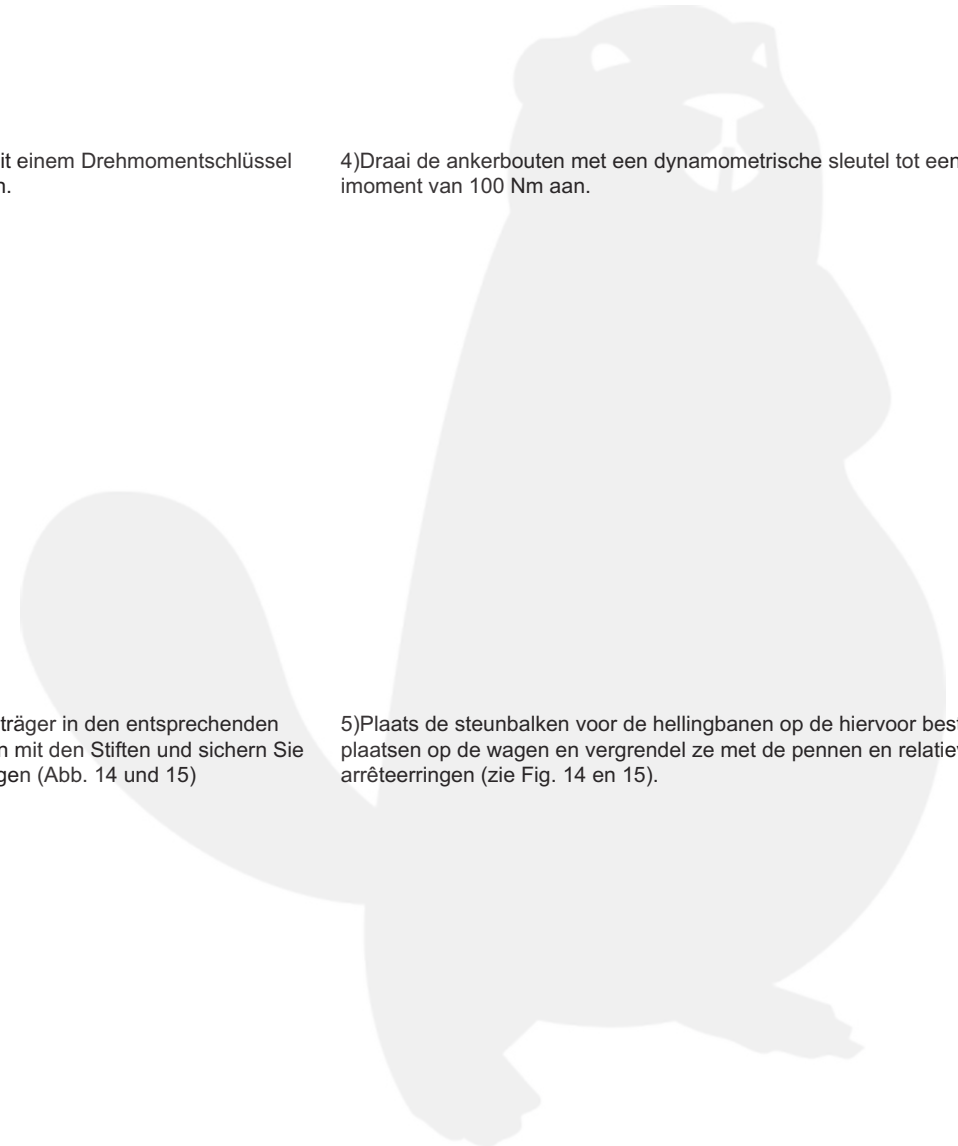

Fig.16 Abb.16
6) Mantenendo l'otturatore di sicurezza disinserito infilare le rampe nella trave (Fig.16).
6) With the safety shutter disconnected, insert the ramps in the beams (Fig. 16).
6)En maintenant le blocage de sécurité extrait, mettre en place les rampes sur le montant (Fig. 16).
6) Stecken Sie die Rampen in den Träger ein und lassen Sie dabei den Sicherheitsverschluss offen (Abb. 16).
6)Plaats de hellingbanen in de balken met de veiligheidspennen verwijderd (Fig. 16).